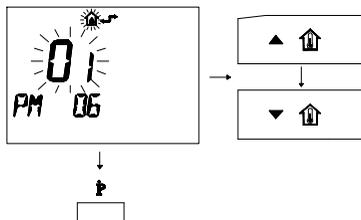

fig. 8.7
- 14 Per modificare il SET programmato agire sui pulsanti ▲ o ▼ , e aspettare che il numero programmato cominci a lampeggiare (fig. 8.7)